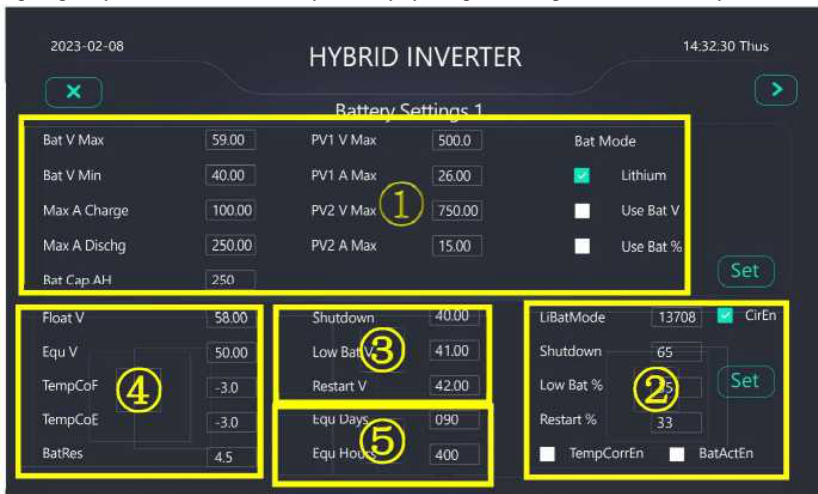

Рисунок 3.12. Екран 1 налаштування акумуляторної батареї
Зони ④⑤ екрана налаштування акумуляторної батареї, рисунок 3.12. Інші параметри обслуговування акумулятора. Значення коефіцієнта температурної компенсації **TempCoF/E** залежить від типу акумуляторної батареї (див. таблицю 3.1). Значення за замовчуванням становить -3. Цей параметр призначено для кваліфікованих фахівців; якщо ви не впевнені, не змінюйте значення за замовчуванням.